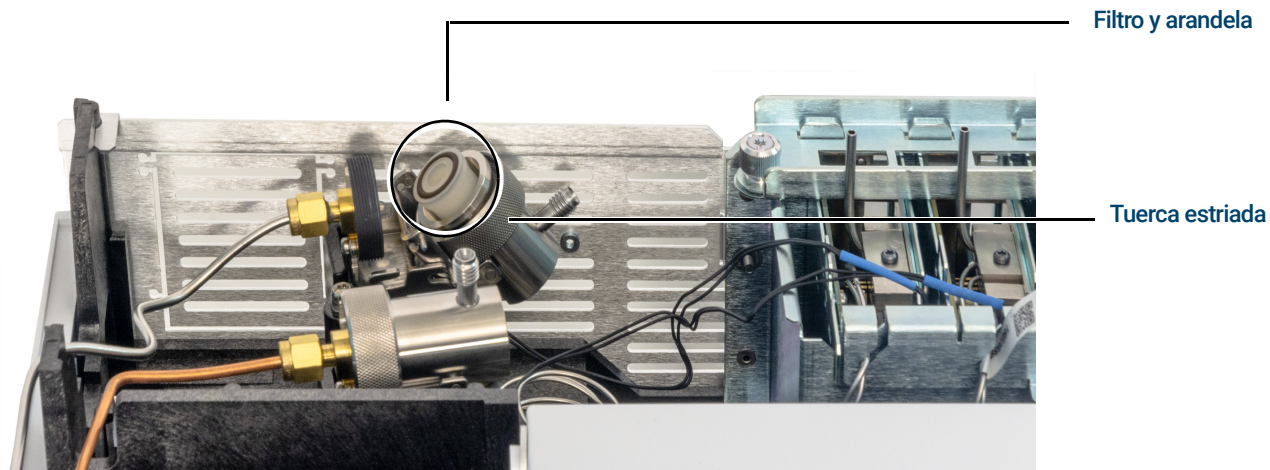

Figura 35. Deslice el conjunto de la trampa para dejar al descubierto el filtro
- 5 Deslice hacia atrás el conjunto de la trampa del soporte de montaje guiado e inclínelo hacia arriba para dejar al descubierto el filtro como se muestra en la **Figura 35**.